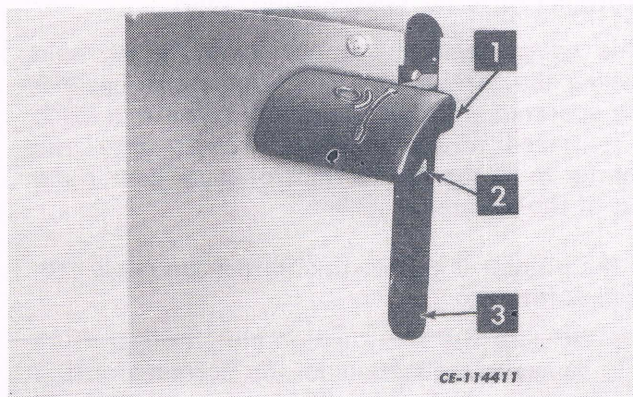

Fig. 8. Parking Brake Lever
23. PARKING BRAKE LEVER (Fig. 8)